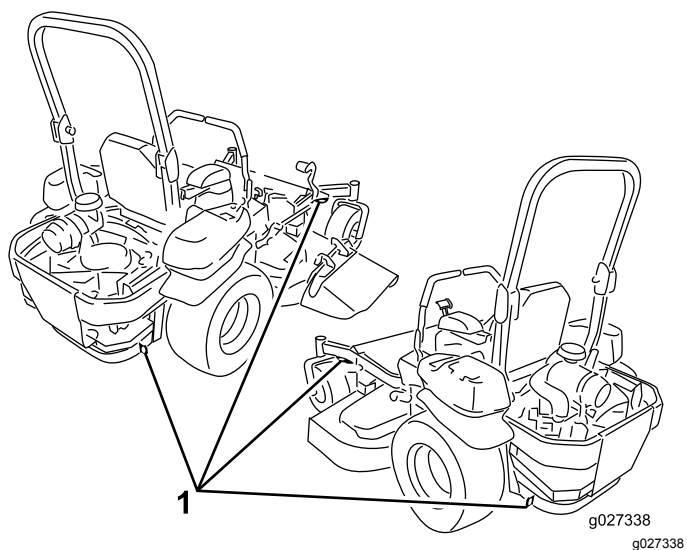

Figura 42
6. Ancorate la macchina accanto alle ruote orientabili anteriori e al paraurti posteriore con cinghie, catene, cavi o corde (Figura 42). Fate riferimento ai regolamenti locali per i requisiti di ancoraggio.